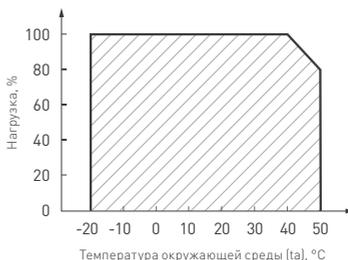

Рисунок 3. Максимальная допустимая нагрузка, % от мощности источника.
- температура окружающего воздуха от -20 до +50 °С (см. рисунок 3);